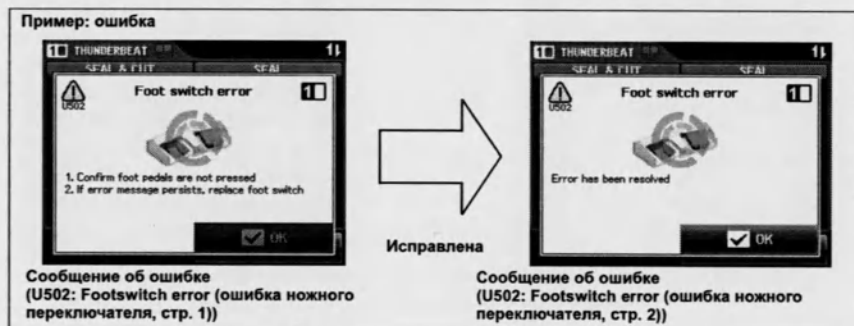

Рис. 8.3
- После нажатия кнопки ОК сообщение об ошибке убирается и происходит возврат к экрану, который отображался до показа сообщения об ошибке (см. рис. 8.3).